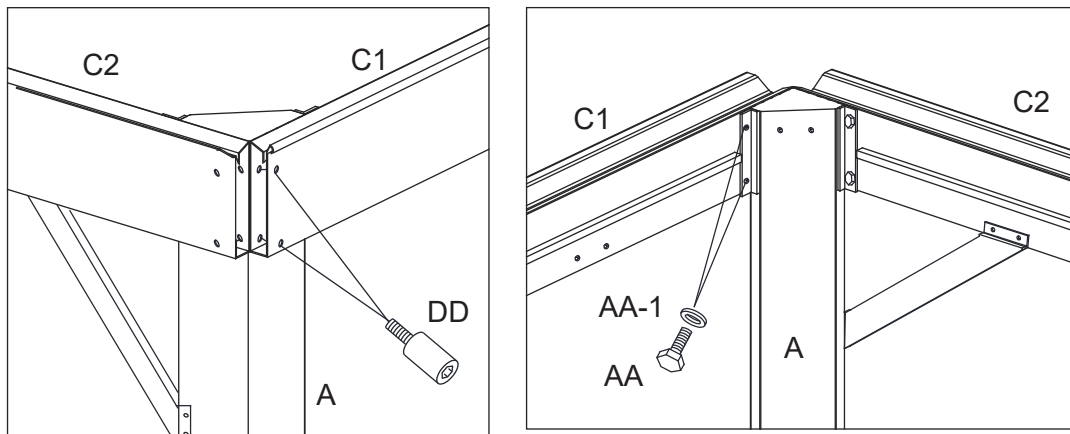
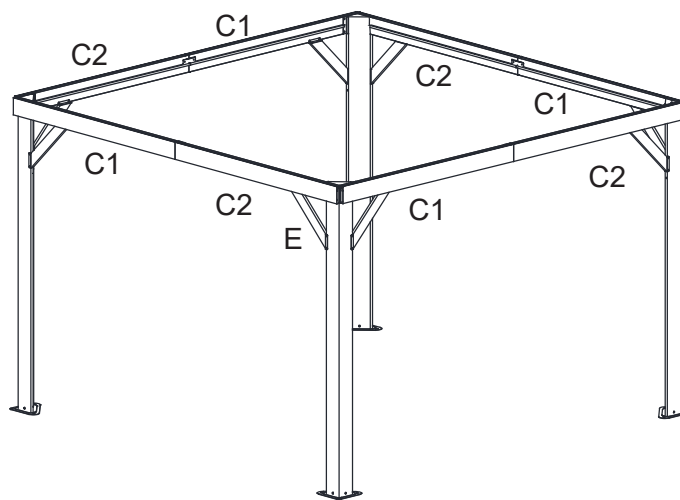

Figure 4-1
Figure 4-3
- 4.1. Fixer le linteau (C1 et C2) aux poteaux d'angle (A) d'abord avec les boulons (AA) et la rondelle (AA-1), puis avec les boulons (DD). Serrez les boulons. Répétez l'opération pour les linteaux du côté opposé (C1 et C2). Serrez tous les boulons. Voir la figure 4-1 et la figure 4-3.
- 4.3. Répétez l'opération pour tous les poteaux d'angle et les linteaux. Serrez tous les boulons. Voir la figure 4-3.